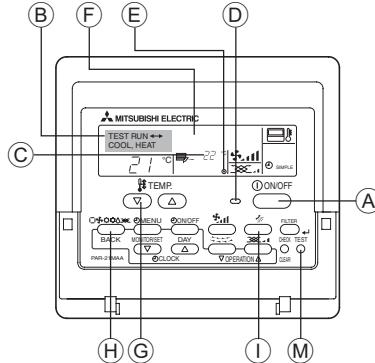

Рис. 7-1
7.2.1. Использование проводного пульта дистанционного управления (Рис. 7-1)
- ① Включите питание по крайней мере за 12 часов до начала пробного прогона.
- ② Дважды нажмите кнопку [TEST]. → "TEST RUN" на ЖК-дисплее
- ③ Нажмите кнопку [Mode selection] (Выбор режима). → Убедитесь в том, что воздух выдувается.
- ④ Нажмите кнопку [Mode selection] (Выбор режима) и переключитесь на режим охлаждения (или обогрева). → Убедитесь в том, что выдувается холодный (или теплый) воздух.
- ⑤ Нажмите кнопку [Fan speed] (Скорость воздушного потока). → Убедитесь в том, что скорость воздушного потока переключилась.
- ⑥ Проверьте работу вентилятора наружного прибора.
- ⑦ Выключите пробный прогон нажатием кнопки [ON/OFF]. → Стоп
- ⑧ Введите телефонный номер.